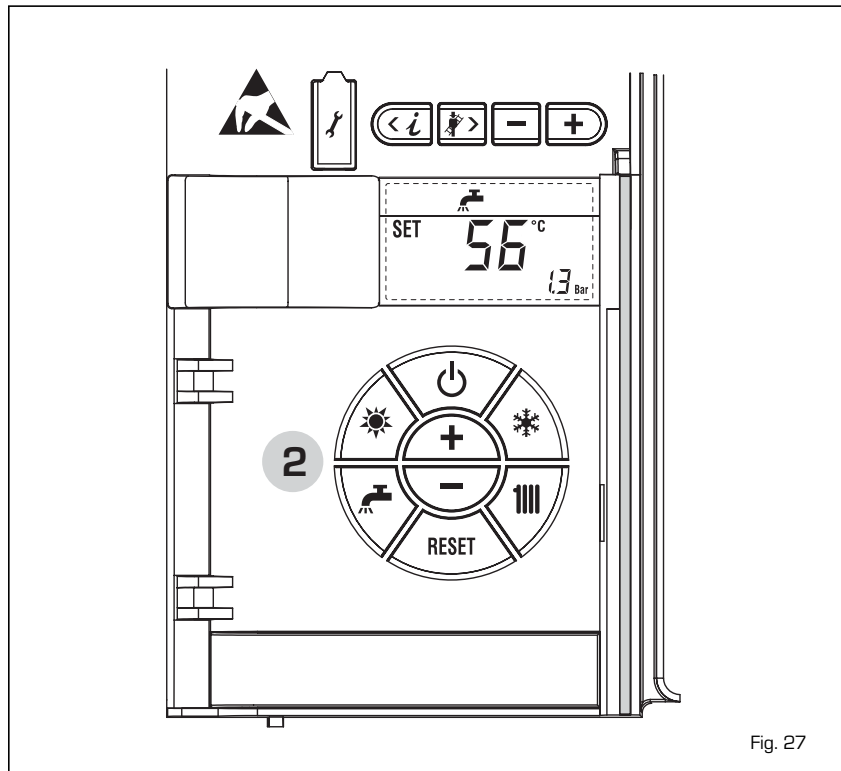

Fig. 27
**REGULAÇÃO DA TEMPERATURA DA ÁGUA SANITÁRIA** (fig. 27)